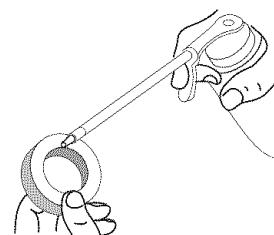

Fig. 15
3. Mientras que firmemente sostiene el accesorio, empujelo derecho en el acoplador hasta el botón liberador (Fig. 12) se encaja a presión hacia el agujero primario (Fig. 12). El agujero primario está en el lado opuesto del acoplador de la perilla (Fig. 15). La alineación del botón de desconexión con el hueco de guía facilitará la instalación (Fig. 12).
(Fig. 15).